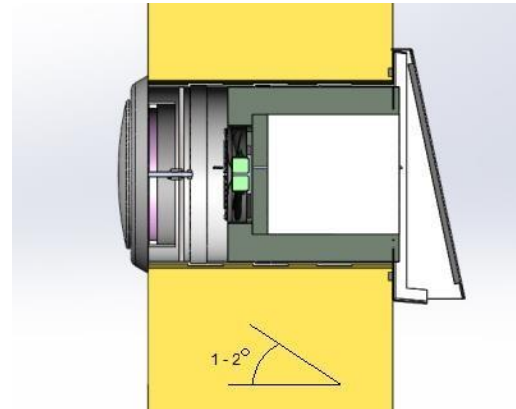

Рис. 4
- При сверлении отверстий в стене **наклон наружу должен быть около 1-2%** (рис. 4)